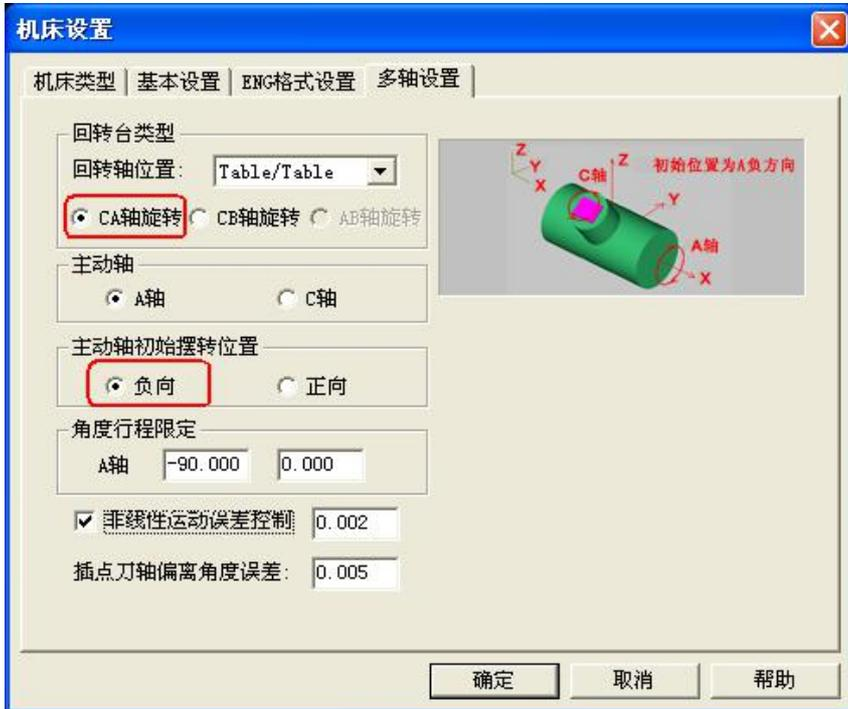

图 6-13 多轴设置
c) 在多轴设置界面，进行回转台类型、主动轴、角度行程等设置，如图 6-13 所示